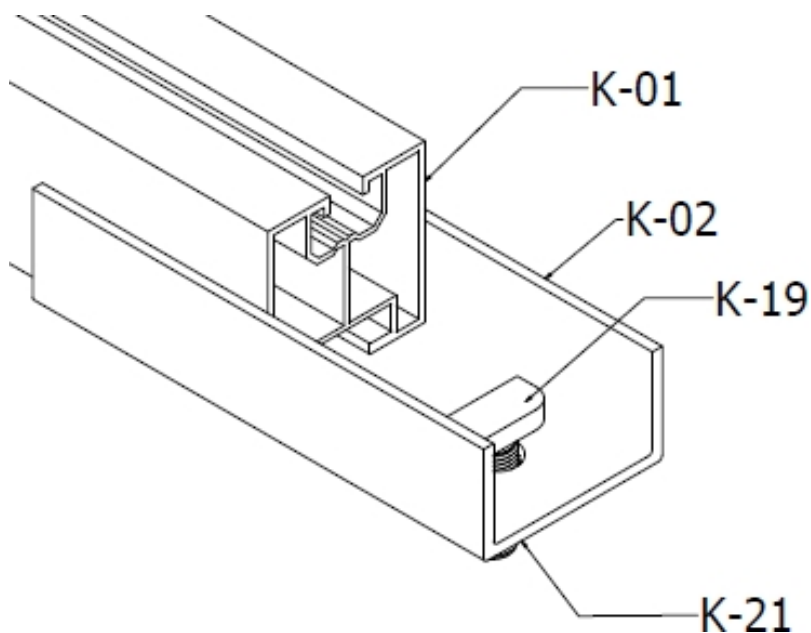
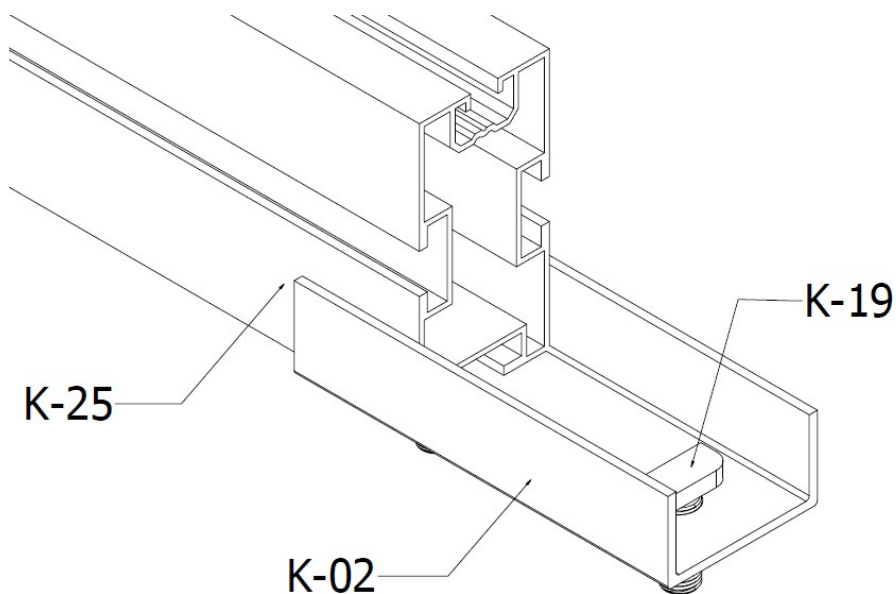

FIG. 7 Instalarea conectorului K-02 cu profilul K-01
FIG. 8 Instalarea conectorului K-02 cu profilul K-25
5. După instalarea consolelor, pregătiți profilele de montare prin conectarea lor la lungimea corectă cu ajutorul conectorilor K-02 plasați la capetele a două profile adiacente. Înșurubați conectorul împreună cu două "șuruburi în T" K-19 fig.7 sau fig.8. Profilele pot fi tăiate la lungimea dorită. **NOTĂ Lungimea minimă a profilelor utilizabile în structură este de 500 mm.**